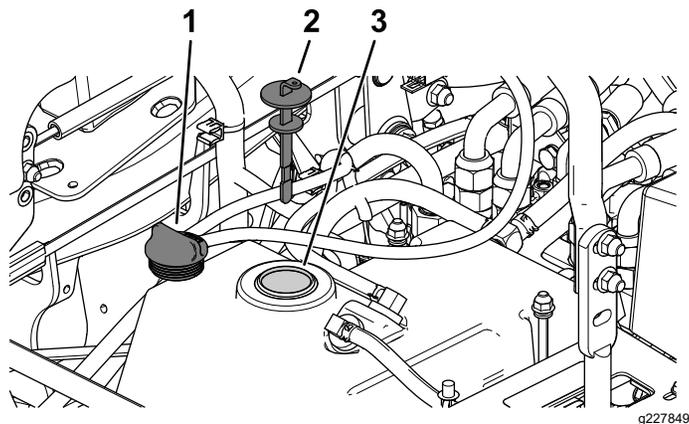

Figura 61
5. Togliete il tappo del serbatoio idraulico (Figura 61).
6. Togliete l'asta di livello ed asciugatela con un panno pulito (Figura 61).